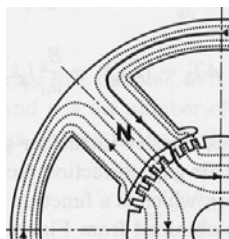

Fig. 1
- ¿Qué representa la Fig.1? En base a la figura, establecer justificadamente la relación de los A-v en el circuito magnético por polo en carga. (0,215 ptos)